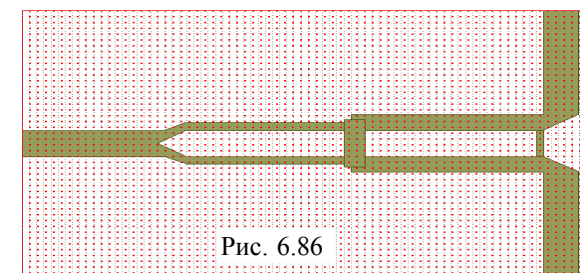

Рис. 6.86
12. Аналогично сдвиньте нижнюю сторону нижнего проводника на 0.5 мм вниз. Топология будет выглядеть, как показано на рис. 6.86.